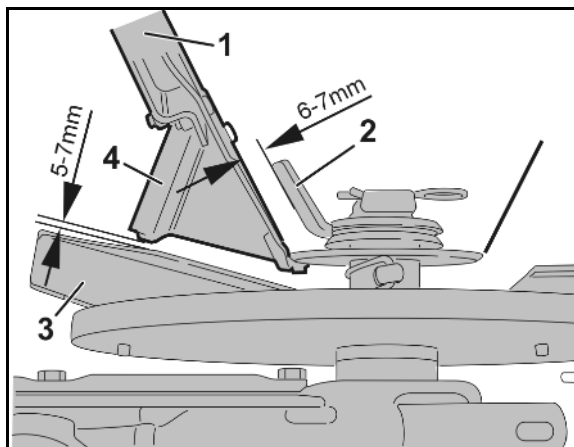

Fig. 101
2. Ajustar la posición de corredera 11 con la palanca reguladora (Fig. 101/1).